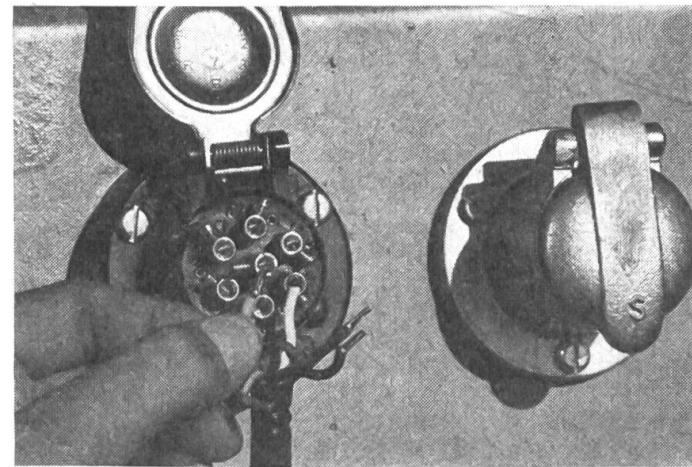

Abb. 11
- b) Der blosse Steckereinsatz wird in eine Steckdose eingesteckt (Abb. 11), Standlicht einschalten. Nun wird der mutmassliche Masseleiter an Klemme 31 angeschlossen. Anschliessend werden nacheinander alle anderen Kabelenden an der Klemme 58 L angetupft und kontrolliert, welcher Verbraucher darauf anspricht. Brennt jeweils immer nur ein Verbraucher, wurde auf Anhieb der richtige Leiter an Masse angeschlossen. Die anderen Leiter können nun den bestimmten, ermittelten Funktionen entsprechend angeklemmt werden.